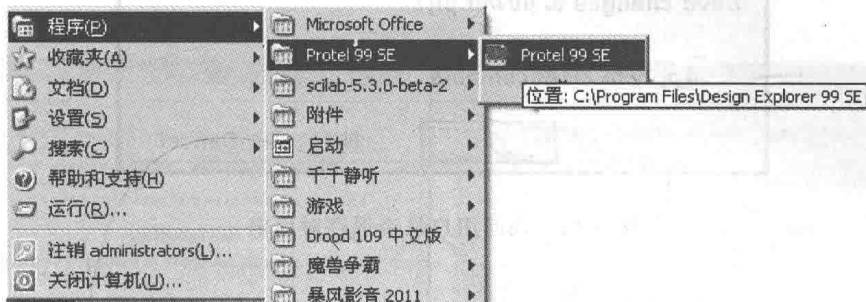

图 0-14 “程序(P)”中的“Protel 99 SE”菜单项
② 单击任务栏上的“开始”按钮,在“开始→程序→Protel 99 SE”中,单击“Protel 99 SE”菜单项进行启动。如图 0-14 所示。